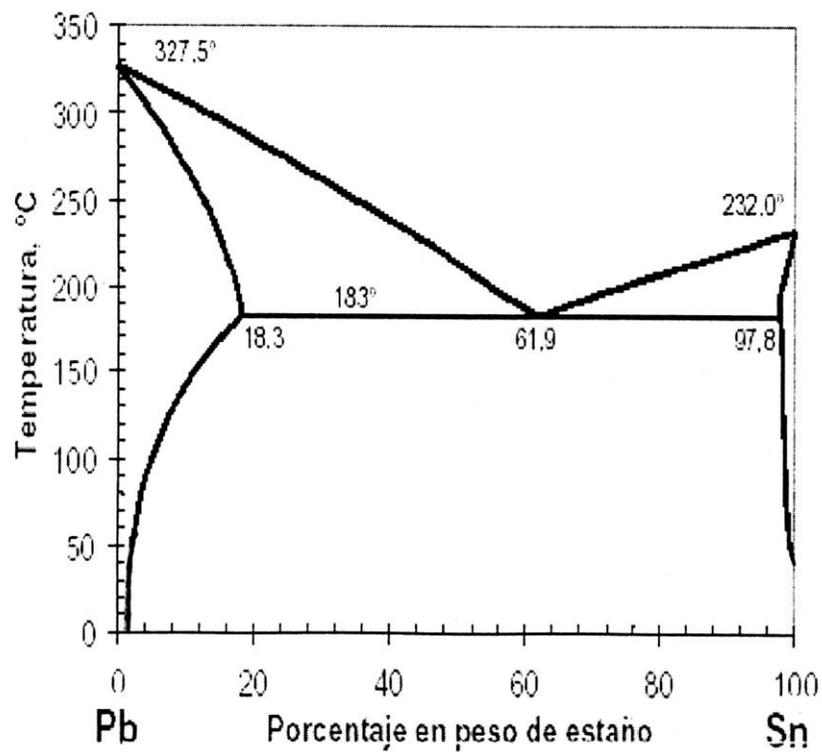
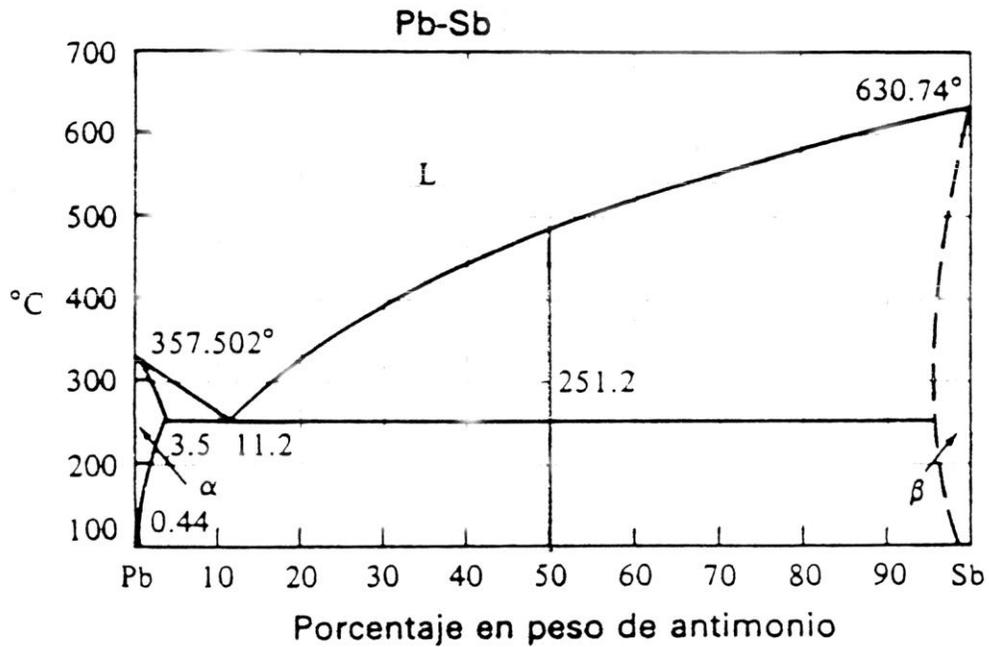

Figura 2
Figura 5
5. Un contratista tiene la especificación para soldar las secciones de una tubería de cobre para agua. La recomendación es 50% Pb y 50% de Sb, pero sospecha que se puede emplear 50% de Pb y 50% de Sn. Mirando los diagramas, figura 2 y figura 5, calcular: